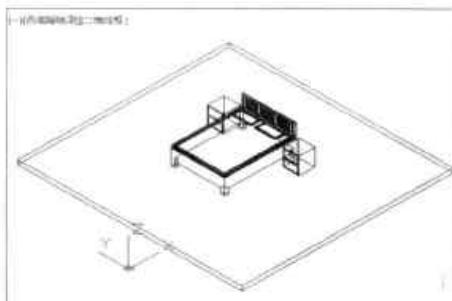

图14-79 绘制地面模型
**Step26** 执行“长方体”命令，绘制地面，并将其放置在图形的合适位置，如图 14-79 所示。